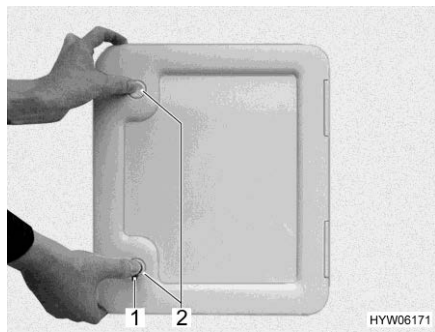

Fig. 285 Trampilla para el depósito de aguas fecales
- Abrir la trampilla para el depósito de aguas fecales en el exterior del vehículo. Para esto, introducir la llave en el cilindro de cierre del cierre a presión (Fig. 285,1, Fig. 286,1 ó Fig. 287,1) y girarla un cuarto de vuelta.
- En caso de existir: presionar ambos cierres a presión (Fig. 285,2 ó Fig. 287,2) al mismo tiempo con el pulgar y abrir la trampilla.